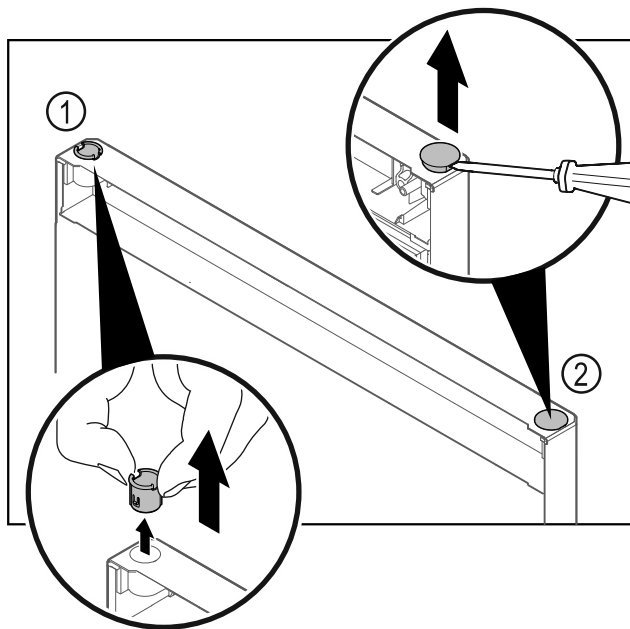

Fig. 32 Porte de la partie congélateur
- Retirer la bague Fig. 32 (1) avec les doigts.
- Soulever délicatement le bouchon Fig. 32 (2) avec un tournevis plat et le retirer.